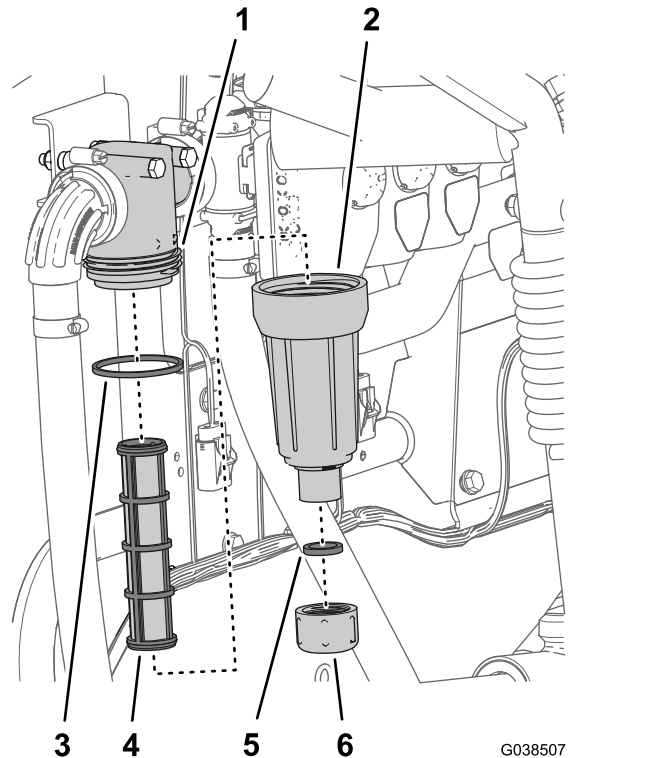

Bild 110
2. Stellen Sie eine Auffangwanne unter den Druckfilter (Bild 110).
3. Drehen Sie die Ablasskappe nach links und nehmen sie von der Glocke des Druckfilters ab (Bild 110).
4. Drehen Sie die Glocke nach links und nehmen sie vom Filterkopf ab (Bild 110).
5. Entfernen Sie den alten Druckfiltereinsatz (Bild 110).
für die Glocke auf Beschädigungen und Abnutzung (Bild 110).
7. Setzen Sie den neuen Druckfiltereinsatz in den Filterkopf ein (Bild 110).
8. Befestigen Sie die Glocke am Filterkopf und ziehen sie mit der Hand an (Bild 110).
9. Setzen Sie die Kappe auf die Glocke und ziehen sie mit der Hand fest (Bild 110).